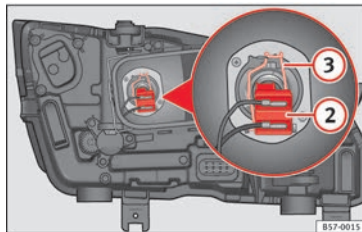

Fig. 103 No compartimento do motor: lâmpada de luz de médios.
3. Retirar o conector » **Fig. 103** ② da lâmpada.
4. Desencaixe a mola de fixação » **Fig. 103** ③ pressionando-a para dentro e para a direita.